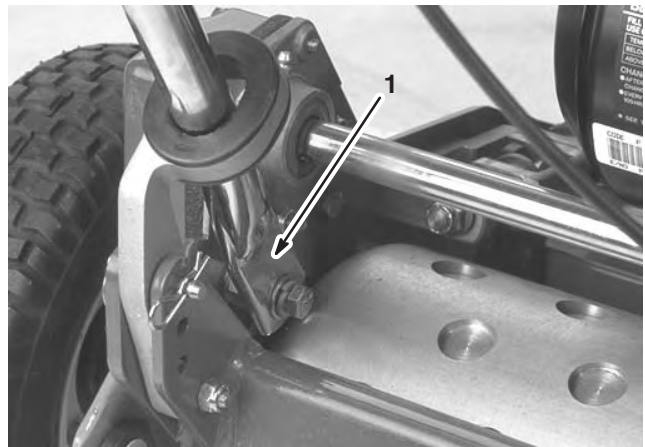

Figure 2
5. Poussez les extrémités du mancheron vers l'intérieur et installez-les sur les axes de montage (Fig. 2).
6. Fixez les extrémités des mancherons aux axes de montage à l'aide des vis d'assemblage, des rondelles et des rondelles-freins retirées précédemment (Fig. 2).
7. Fixez la base des bras du mancheron de chaque côté de la tondeuse avec les vis d'assemblage et les rondelles-freins retirées précédemment (Fig. 2). Vérifiez que les bagues sont bien placées dans les trous de fixation des bras du mancheron.
8. Fixez les bras du mancheron à l'arrière du bâti avec les goupilles fendues et les axes de chape retirés précédemment (Fig. 2).